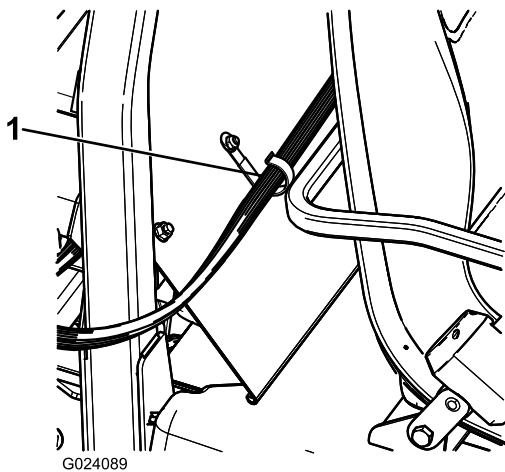

Figura 22
2. Instale una abrazadera en J detrás del asiento del pasajero usando un perno ($\frac{1}{4}$ " x $\frac{1}{2}$ "") y una contratuerca con arandela prensada ($\frac{1}{4}$ "") (Figura 22).
3. Sujete el arnés de la consola de control a la consola y a la cubierta del ROPS con las abrazaderas en J (Figura 22).